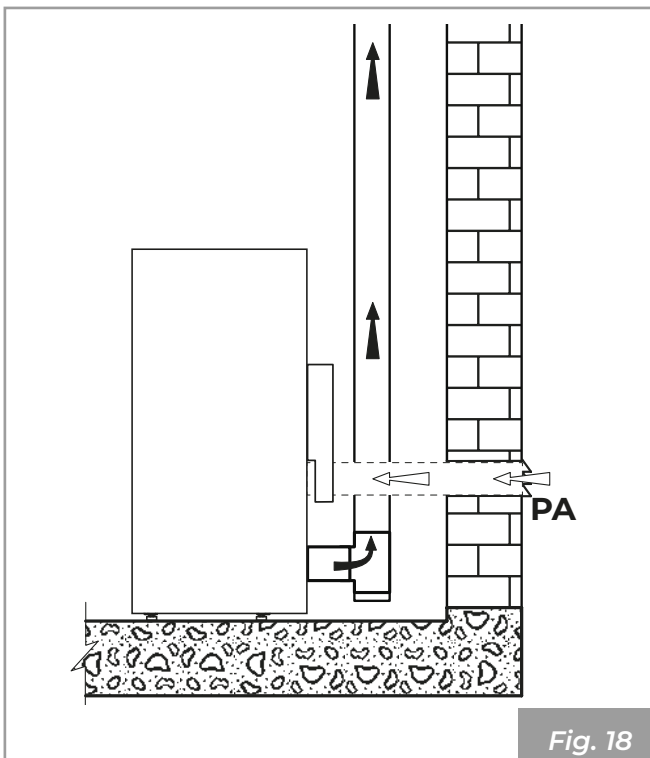

Fig. 18
- il peut provenir du lieu d'installation ou de pièces voisines ( Fig. 18)
Réaliser la prise d'arrivée d'air sur la paroi (**Fig. 18 - PA = Prise d'Air**), et faire en sorte que l'appareil soit libre de prélever de l'air dans l'environnement ambiant.